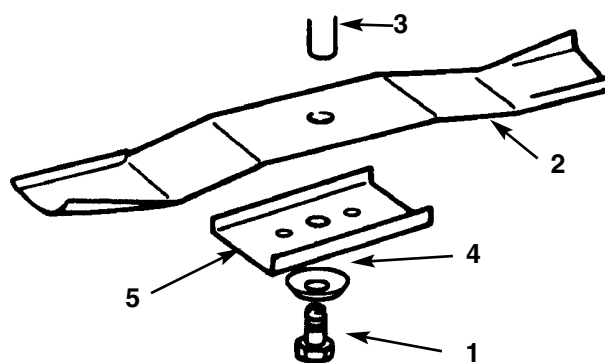

Fig. 35
3. Ta ut bolten ($\frac{5}{8}$ " nøkkel), den buede skiven og kniven (fig. 35). Kil et trestykke inn mellom kniven og klippeenheten for å holde kniven på plass mens du skrur ut bolten.
1. Sett på kniven, knivholderen, den buede skiven (skålformet side mot kniven) og bolten (fig. 35).